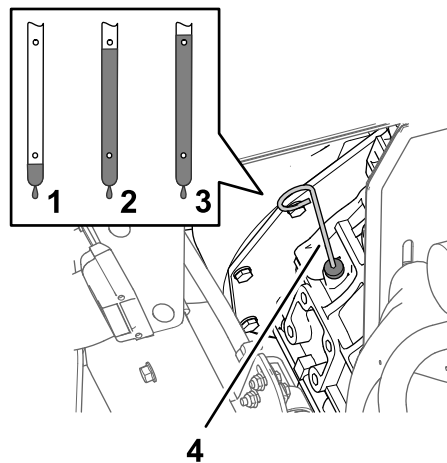

Рисунок 73
6. Выньте масломерный щуп и проверьте уровень масла в двигателе (Рисунок 73).
7. Медленно долейте дополнительное масло указанного типа, чтобы довести его уровень до метки Full (Полный) на масломерном щупе (Рисунок 73).